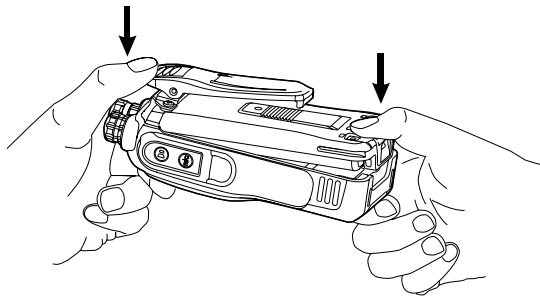

图2
- ② 如图2，轻压电池底部，直至“咔嗒”一声，电池与主机底部将扣紧，这时电池安装完毕。